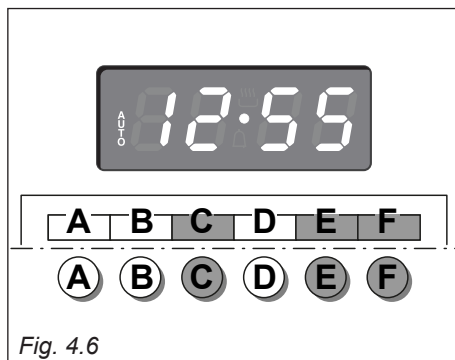

Fig. 4.6
2. Déterminer l'heure d'arrêt de la cuisson en pressant le poussoir "C" (ceci fait paraître le temps de cuisson déjà sommé à l'heure de la montre) et le poussoir "F" (fig. 4.6); si l'heure a été dépassée, reculer en pressant le poussoir "E" .